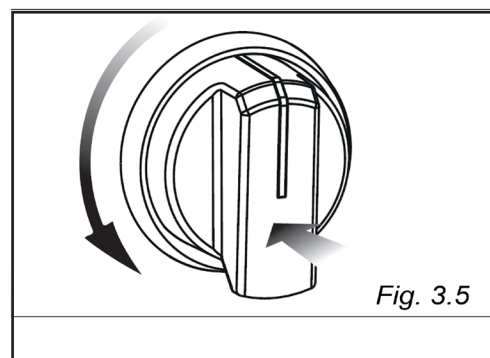

Fig. 3.5
- Gire la perilla del grifo de gas en sentido antihorario (fig. 3.5) hasta alcanzar su máxima apertura, presione y mantenga presionado para activar el encendido.